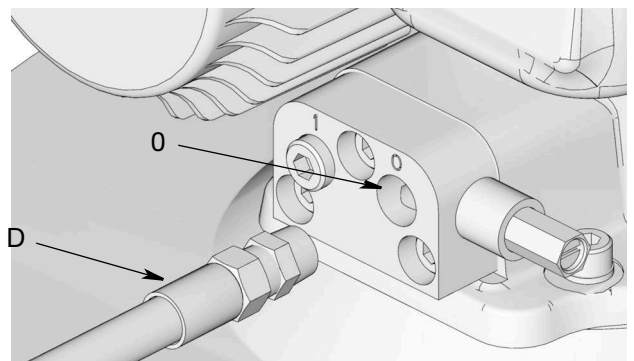

图 64: 润滑剂输出接头
- 断开定时器/控制器 (F) (用户提供, 若使用)。
- 断开高压润滑剂供应管路 (D) 与排气阀或歧管的润滑剂输出接头 (O) 的连接 (图 64)。